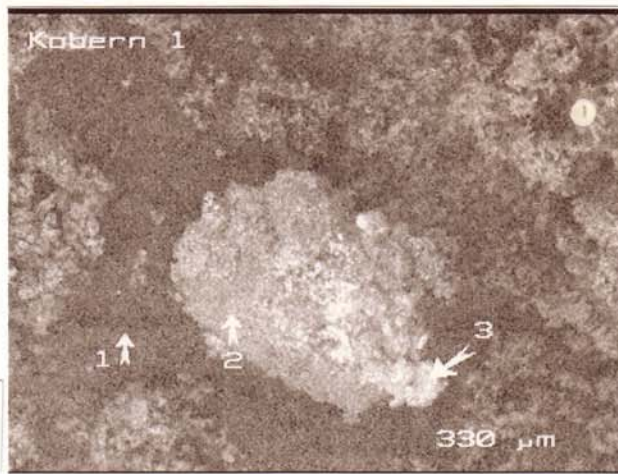

Abb.:1
Ergebnis: In Abb.1 sind drei unterschiedliche stark rückstreuende Bereiche zu erkennen (Abb.1).
Im dunkelsten Bereich (1) liegt ein Elementspektrum ähnlich Bereich (2) vor, jedoch ist die Abbildung aufgrund der schwachen RE-Ausbeute im REM-Bild stark unterdrückt (Abb.1).